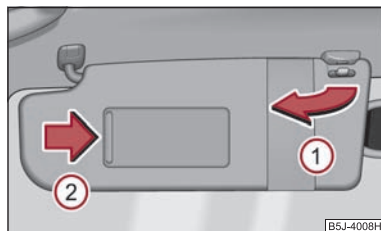

Fig. 45 Pare-soleil: Actionnement
Vous pouvez sortir du support le pare-soleil pour le conducteur resp. le passager AV et le faire pivoter vers la porte dans le sens de la flèche ① ⇒ fig. 45.